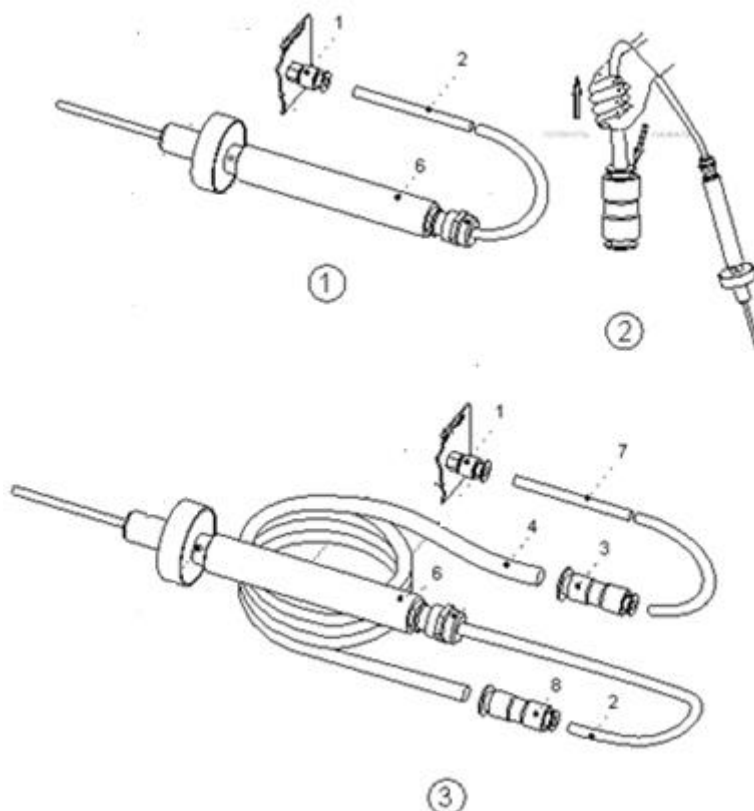

Рис. 2.2. Схема соединения элементов пробоотборника с газоанализатором и элементами удлинителя
1.5.2.5 Удлинитель пробоотборника предназначен для использования при проведении измерений в труднодоступных и удаленных местах. Удлинитель пробоотборника изготовлен из фторопластовой трубки с внешним диаметром 6 мм, внутренним диаметром 4 мм, длиной от 1 до 10 м (поз 4 рис. 2.2), к одному концу которой через переходник с диаметра 6 мм на диаметр 4 мм (поз. 3 рис. 2.2) присоединена фторопластовая диаметром 4 (поз. 7 рис. 2.2) для соединения с входным штуцером газоанализатора, на другом конце установлен переходник с диаметра 6 мм на
диаметр 4 мм (поз. 8 рис. 2.2) для соединения с соединительной трубкой пробоотборника. Диаметр фторопластовой трубки соответствует требованию ГОСТ 31610.0-2019 по электростатической безопасности (для предотвращения образования электростатического заряда и исключения искрообразования при контакте с металлическими поверхностями).
2.2.3 Для подсоединения удлинителя пробоотборника к газоанализатору выполнить следующие действия (рис. 2.2):
- отсоединить соединительную трубку (2) от штуцера ПРОБА (1), используя прием, показанный на рис. 2.2.
- соединить соединительную трубку удлинителя (7) со штуцером ПРОБА (1);
- соединительную трубку (2) с пробоотборником с помощью переходника (8) соединить с удлинителем пробоотборника (4).